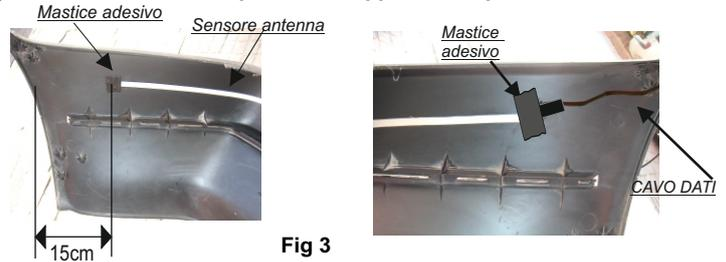

Fig 3
Tagliare via la parte del sensore antenna non utilizzata e bloccarne bene le due estremità con lo speciale mastice adesivo in dotazione (fig. 3).
1) **E' importante iniziare e finire l'applicazione del nastro a circa 15 cm da entrambe le estremità del paraurti** (fig. 3).
Collegare il cavo DATI al sensore antenna. Rivestire e bloccare la connessione con il mastice adesivo fornito nel kit facendo una forte pressione (fig. 3). Se la temperatura ambiente è inferiore a 10 gradi si consiglia di riscaldare il mastice adesivo e la zona di applicazione.